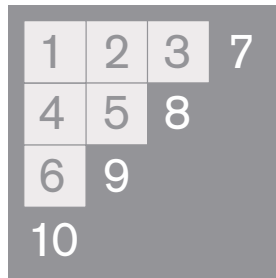

Abb. 14
4.5 VERVOLLSTÄNDIGEN SIE ALLE BEREICHE DES GITTERS (siehe Abb. 14)